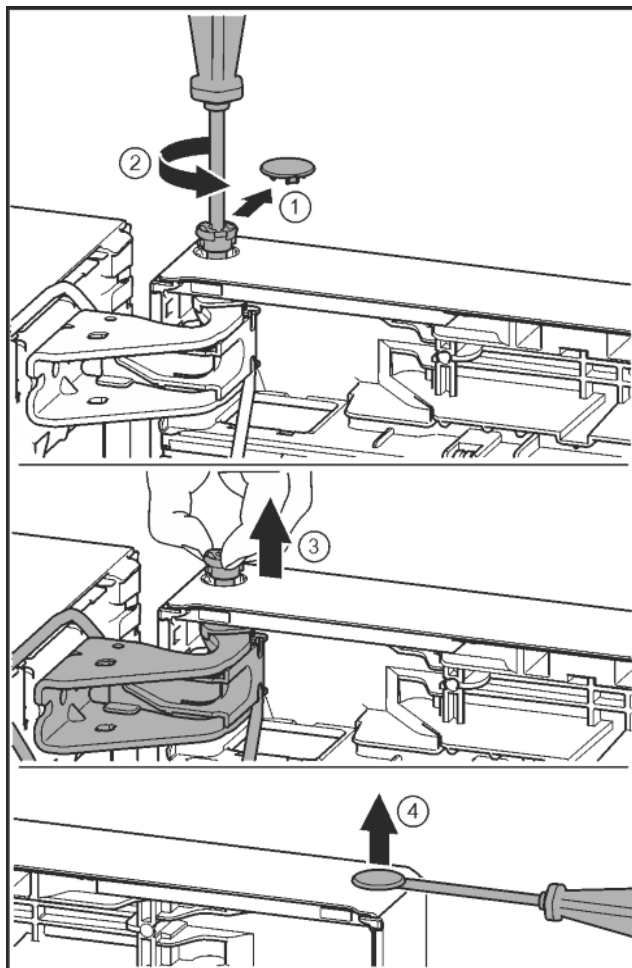

Fig. 26
- ▶ Ostrożnie zdjąć osłonę zabezpieczającą. Fig. 26 (1)
- ▶ Sworzeń wykręcić nieco przy pomocy śrubokręta T15. Fig. 26 (2)
- ▶ Przytrzymać drzwi i wyjąć sworzeń palcami. Fig. 26 (3)
- ▶ Zatyczkę ostrożnie podważyć przy pomocy śrubokręta i wyjąć z tulei łożyskowej drzwi. Fig. 26 (4)